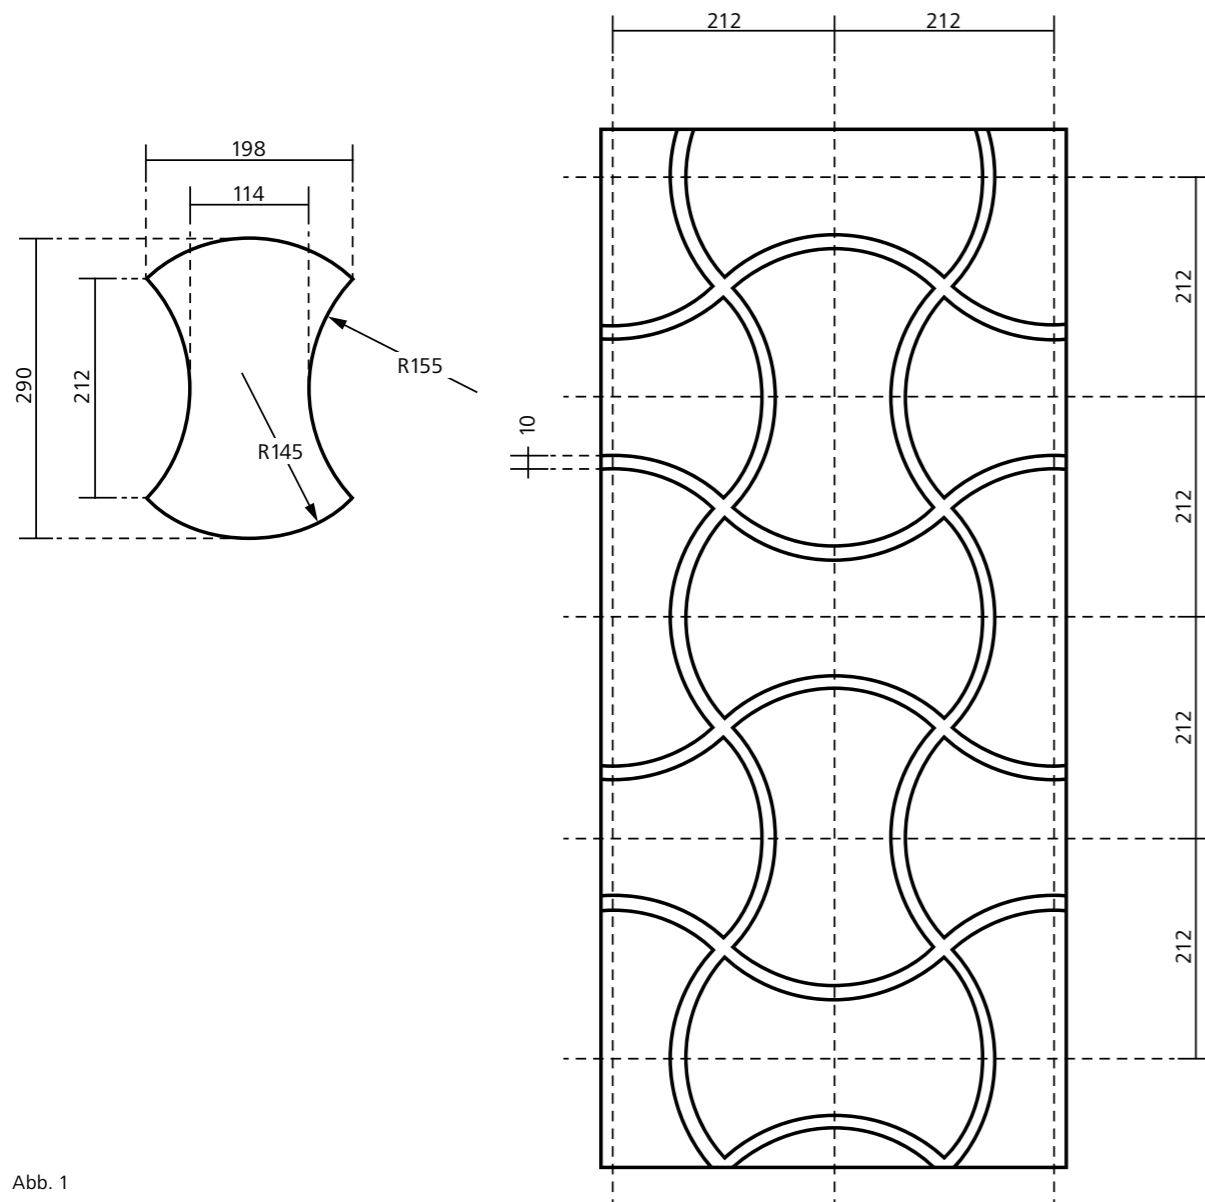

Abb. 1
- Zur Herstellung der Fertigungsschablone wird eine DXF- bzw. DWG-Zeichnung der Form im Massstab 1 : 1 benötigt. Grundlage hierfür ist eine masstäbliche Zeichnung des Musters sowie der bemasteten Einzelform/-en. Die Fugenbreite muss in der Zeichnung dargestellt/berücksichtigt sein (siehe Abb. 1).